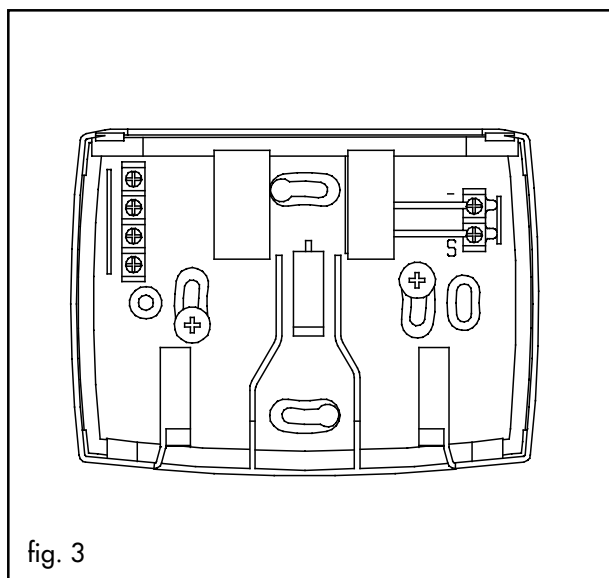

fig. 3
- Collegare il cavo bipolare ai contatti Se - della morsettieria (fig. 3)